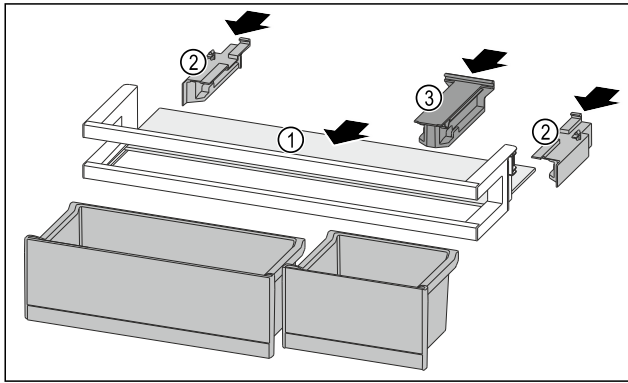

Fig. 128
- Inserire il ripiano Fig. 128 (1) negli incavi laterali.
- Inserire gli elementi laterali Fig. 128 (2).
- Inserire l'elemento di tenuta Fig. 128 (3).